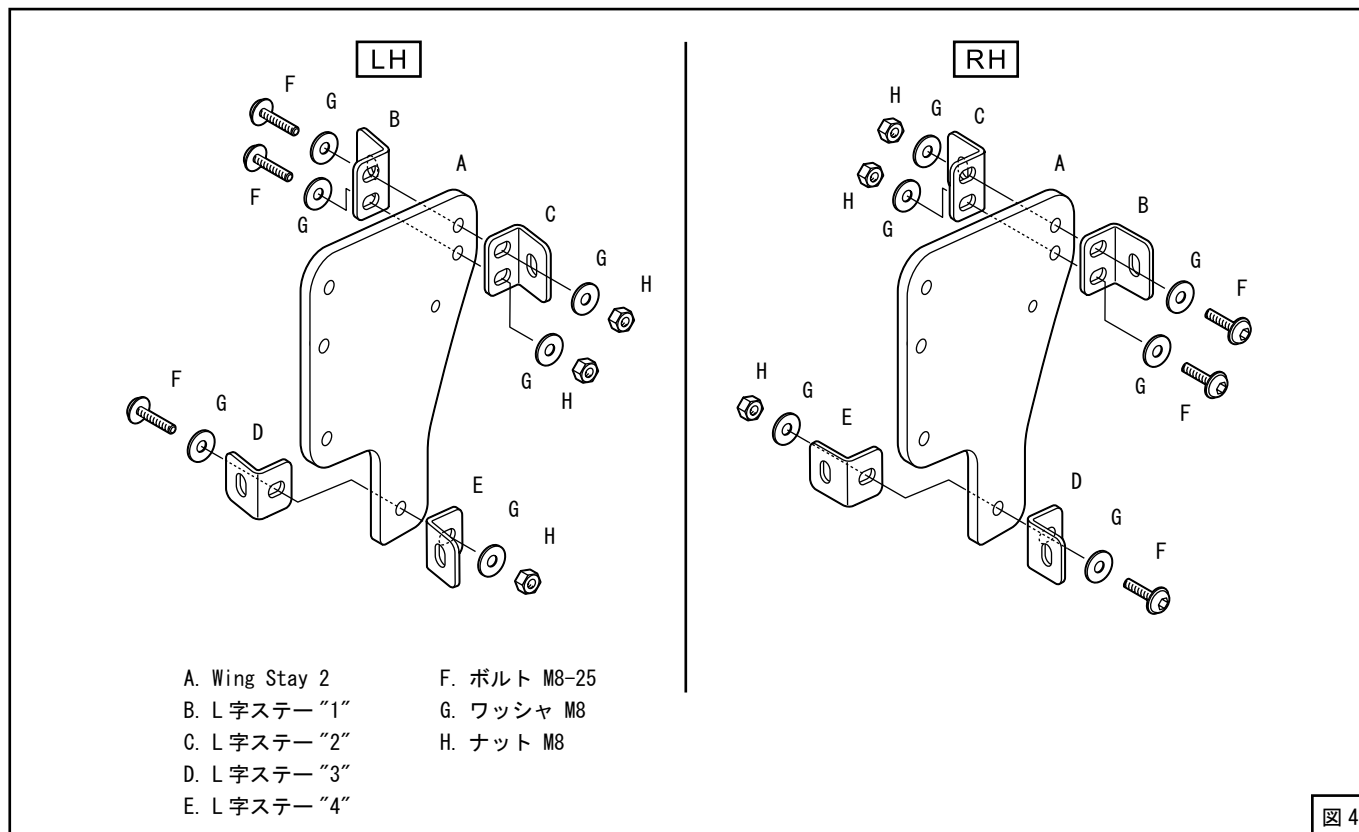

図 4
- (6) [Wing Stay 2] にL字ステーを仮付けしてください。(図4)